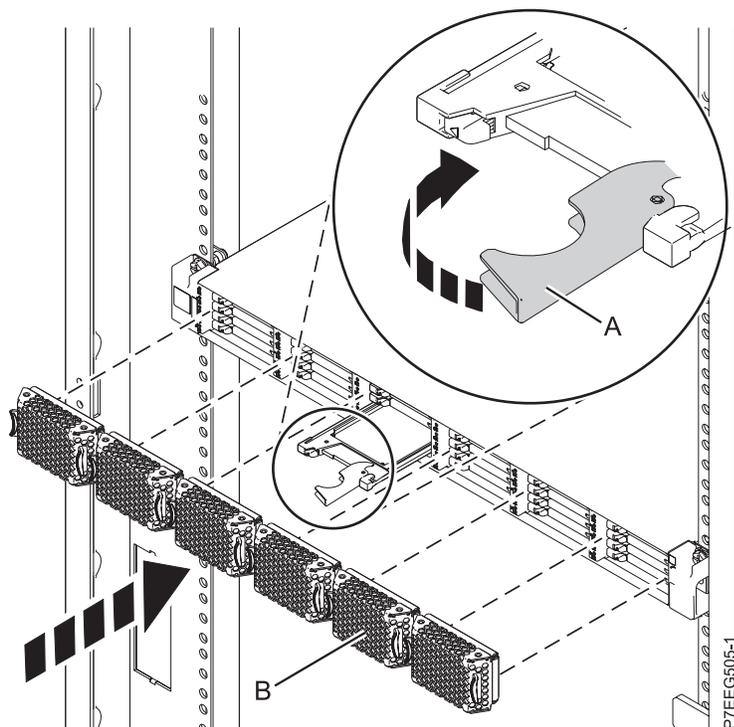

図4. ソリッド・ステート・ドライブの EDR1 PCIe ストレージ・エンクロージャーへの取り付け
1. ハンドルをアンロック位置にして、ソリッド・ステート・ドライブをエンクロージャーのガイド・レールに位置合わせします。11 ページの図4 を参照してください。
5. ハンドル (A) をロック位置まで回転させます。
6. ベゼル (B) を取り付けます。